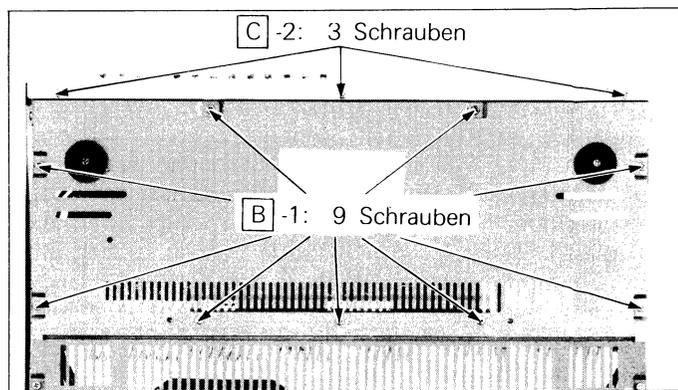

Abbildung 3-2
1. Das Gerät umdrehen und die neun Schrauben entfernen, mit denen die Bodenplatte befestigt ist; die Bodenplatte kann durch Abheben entfernt werden. (Siehe Abbildung 3-2.)